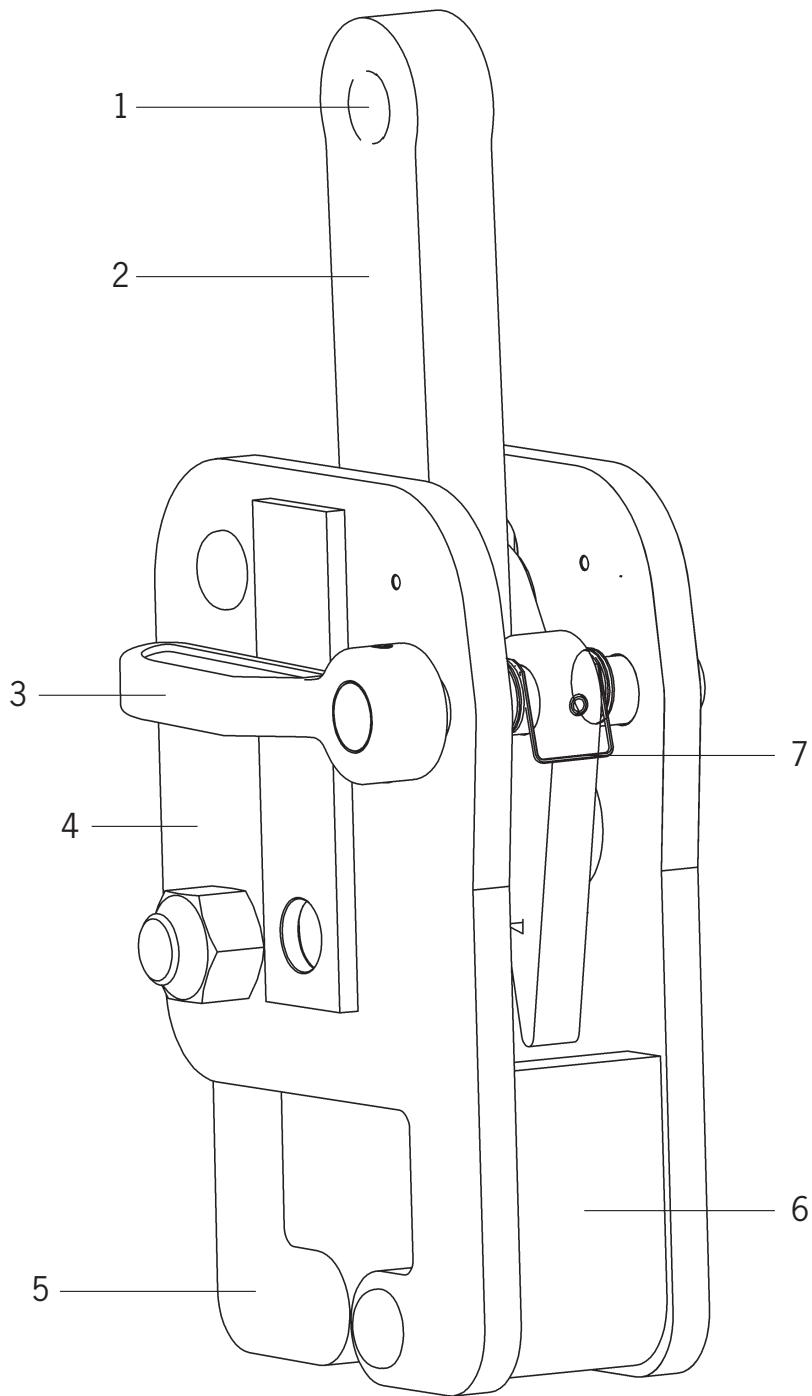

Fig. 4
- Compruebe la mordaza fija y la mordaza de apriete (Fig. 4) en busca de desgaste o defectos. Los perfiles de ambas mordazas deben estar limpios.
- Compruebe el muelle (Fig. 4). Cuando la palanca está en la posición "Cerrado", el muelle debe ejercer presión cuando la anilla de suspensión es presionada.
La pinza amarrada en la suspensión (por ejemplo gancho, grillete, etc.) es bajada sobre el teórico centro de gravedad de la sección de raíl a ser transportada. En la posición "OPEN" de la palanca interruptora (Fig. 4), la mordaza de agarre se bloquea en la posición abierta. En esta posición, la pinza debe ser situada en la carga hasta que la carga haya entrado completamente en la boca de las mordazas. Cambiando la palanca a la posición "CLOSE", la mordaza de agarre es liberada. La fuerza de presión del muelle actuará firmemente contra la carga. Esto asegura que la pinza permanecerá sujeta a la carga precisamente como resultado de la presión del muelle incluso sin que exista fuerza de tracción. La carga puede ser ahora elevada y transportada. Si durante la elevación, la sección de raíl se mueve a una posición inclinada, corrija la posición de la pinza.